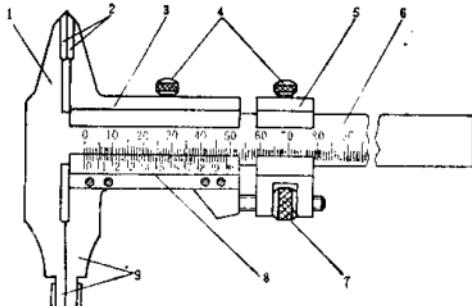

图 1—1 200 毫米游标卡尺的构造
游标卡尺的构造如图 1—1 所示，它主要由下列几个部分组成：
(1) 具有固定量爪的尺身，如图 1—1 中的 1。尺身上有类似钢尺的主尺刻度，主尺上的刻线间距为 1 毫米。主尺的长度决定了游标卡尺的测量范围。